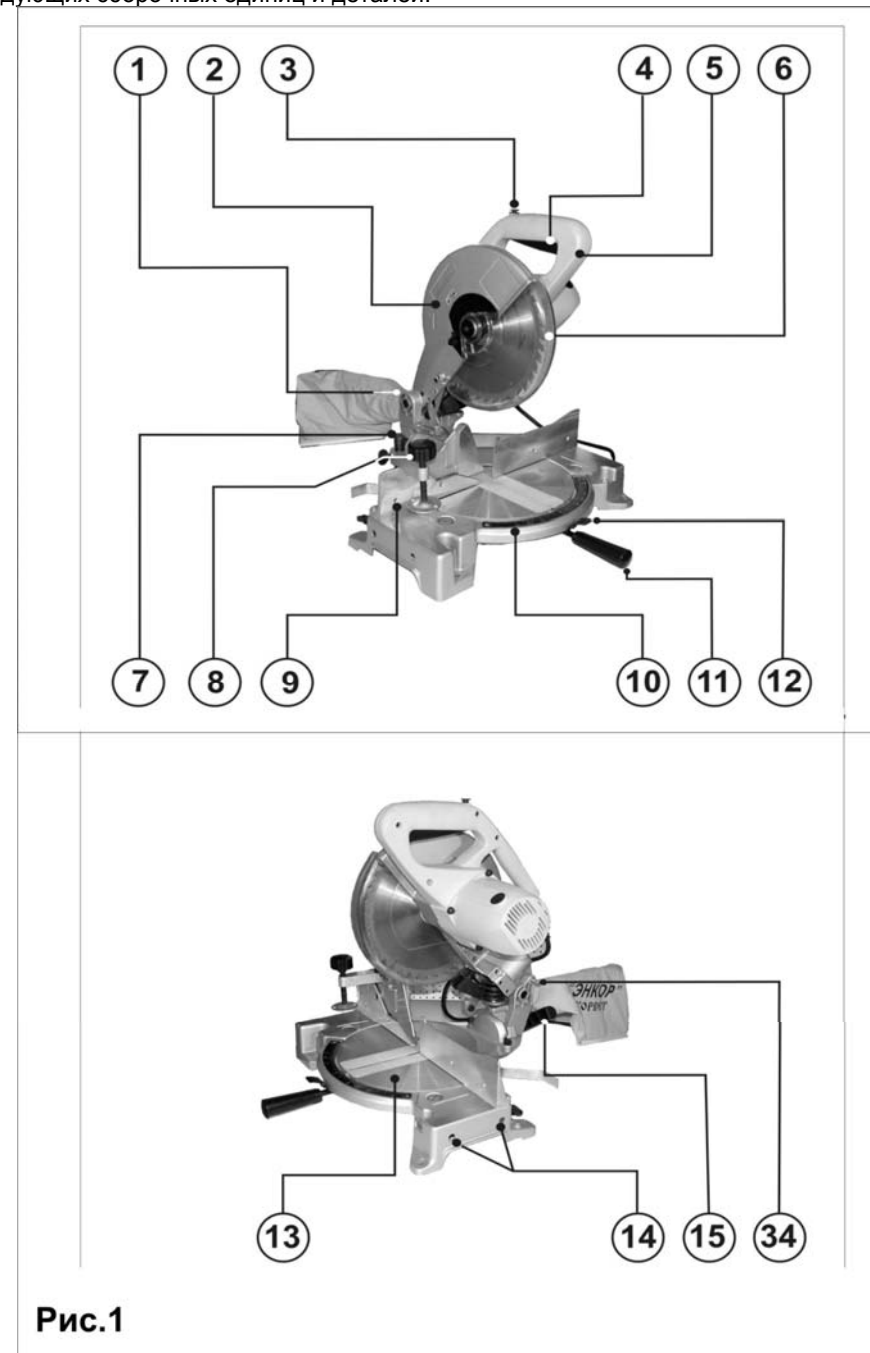

Рис.1
При переносе пилы полностью опустите рукоятку пилы (5), Рис.1, и зафиксируйте ее в нижнем положении с помощью стопорной шпильки (34), Рис.1.
Закрепите поворотный стол (13) с помощью ручки фиксации поворотного стола (11), Рис.1. Для удобства переносите пилу, держа за ручку для переноски, Рис.2.
Нажмите на рукоятку пилы (5), Рис.1, и освободите стопорную шпильку (34), Рис.1, находящуюся с задней стороны пилы. После этого пилу можно переместить в верхнее положение, Рис. 5.
Ослабьте ручку фиксации поворотного стола (5) на 1 оборот и нажмите на стопор поворотного стола (12), Рис.1. Вращайте стол влево до фиксации плунжера в упоре, соответствующем 0°. Зафиксируйте положение ручкой фиксации поворотного стола (11), Рис.1.